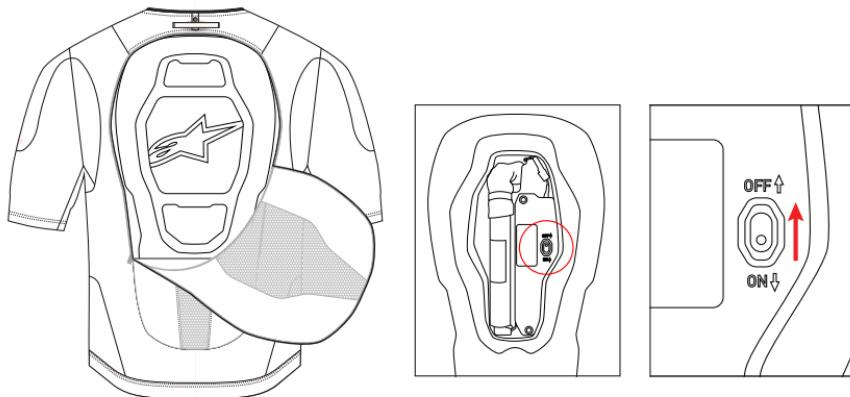

Abbildung 3: Airbag-Steuergerät und Versandmodusschalter
Um auf den Rückenprotektor zuzugreifen, öffnen Sie den Reißverschluss auf der Rückseite des Systems. Nach dem Öffnen kann der Benutzer leicht auf die Komponenten des Airbag-Steuergeräts zugreifen, indem er die hintere Abdeckung durch Anheben und Lösen des Klettverschlusses öffnet. Sobald die Abdeckung entfernt ist, kann der Benutzer das System in den Versandmodus versetzen, indem er den Schalter für den Versandmodus (5) in die Position OFF (AUS) schaltet, wie in Abbildung 3 dargestellt.